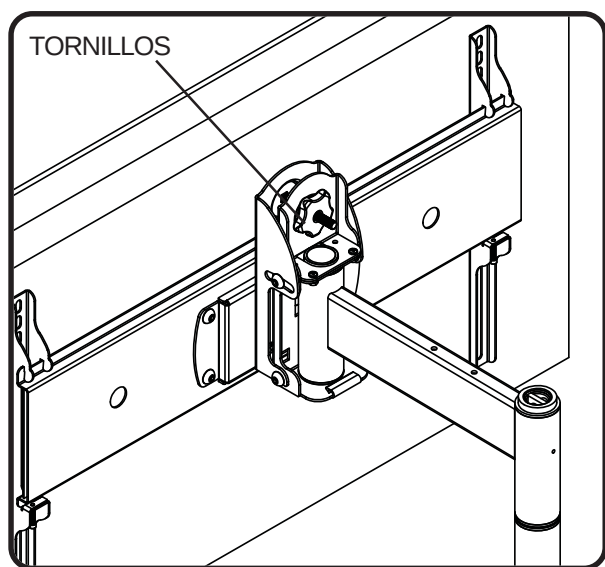

fig. 10.1
- 9 Dependiendo del modelo y el peso específicos de la pantalla de plasma, el ángulo del brazo articulador de giro se puede ajustar a diferentes posiciones, lo cual puede causar que parezca que la pantalla de plasma se inclina hacia uno de los lados en las diferentes posiciones. El armazón de inclinación y giro (B) le permite ajustar la pantalla de plasma manualmente, de manera que la pantalla se pueda mantener horizontal en todas las posiciones. Para ajustarla, gire la pantalla de plasma suavemente hasta la posición deseada.
- Para bajar la pantalla, gire el tornillo de cabeza hueca que se muestra en la ilustración 10.1 en el sentido del movimiento de las manecillas del reloj con la llave allen de 10 mm (V).
- Para subir la pantalla, gire el tornillo de cabeza hueca que se muestra en la ilustración 10.1 en el sentido opuesto al movimiento de las manecillas del reloj con la llave allen de 10 mm (V).